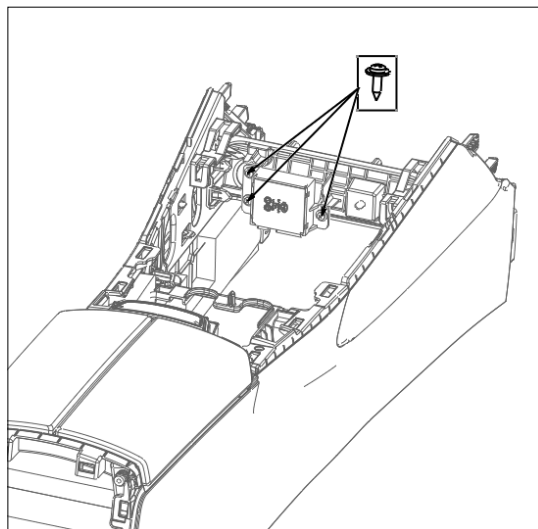

图 1.6.7 USB 充电模块的拆卸
- (2) 用十字螺丝刀将 USB 充电模块的三个螺钉松开并取出螺钉，如图 1.6.7 所示：